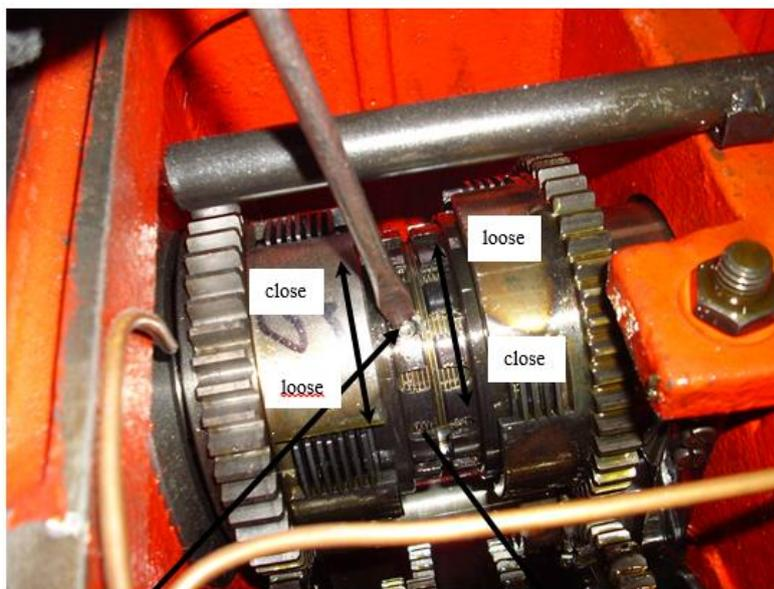

Рис. 2
(1) Открыть крышку передней бабки.
(2) С помощью отвертки или подобного инструмента, нажать на стопорный штифт на муфте таким образом, чтобы он опустился ниже, чем установочная гайка, позволив ей вращаться (Рис. 2).
(3) Стоя возле шкива на левой стороне станка, повернуть установочную гайку против часовой стрелки набор на 1 или 2 деления за раз. Затем отпустить стопорный штифт, чтобы зафиксировать установочную гайку.
(4) При выключенном главном двигателе повернуть рычаг переднего или заднего хода в крайнее переднее положение. Если рычаг не может достигнуть заданного положения, то нажать на стопорный штифт и вернуть установочную гайку обратно на 1 деление, пока целевая позиция не будет достигнута с полным усилием воздействия на рычаг. Это положение – наилучшее для муфты. Если рычаг может быть повернут с небольшим усилием, то необходимо повторить шаги (3) и (4) до тех пор, не будет достигнуто лучшее состояние.
(5) Установить крышку задней бабки.
(6) Выполнить пробный запуск станка.